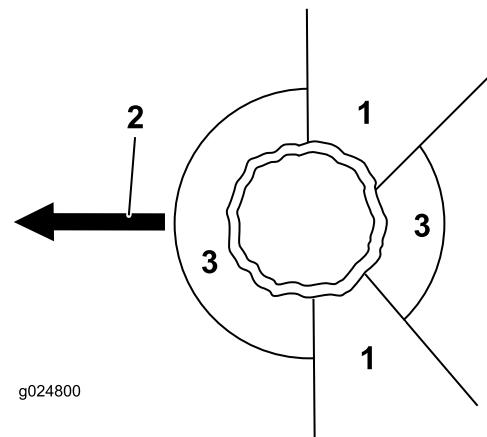

Figura 14
- 2. Determine una vía de escape despejada y segura para retirarse de la zona de peligro, consulte Figura 14.